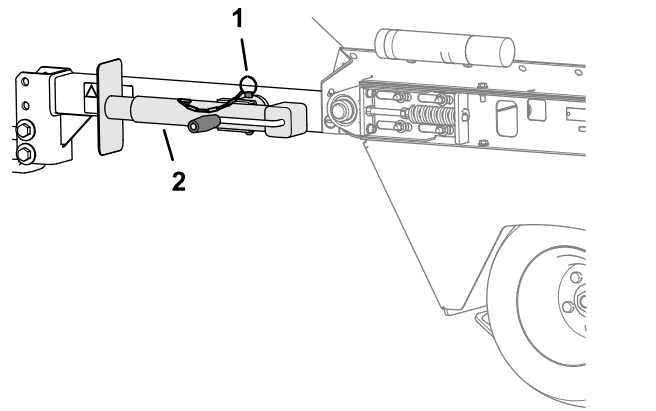

Bild 12
4. Drehen Sie den Stützfuß in die Waagerechte (Bild 12).
5. Sichern Sie den Stützfuß mit dem Lastösenbolzen am Montagerohr (Bild 12).